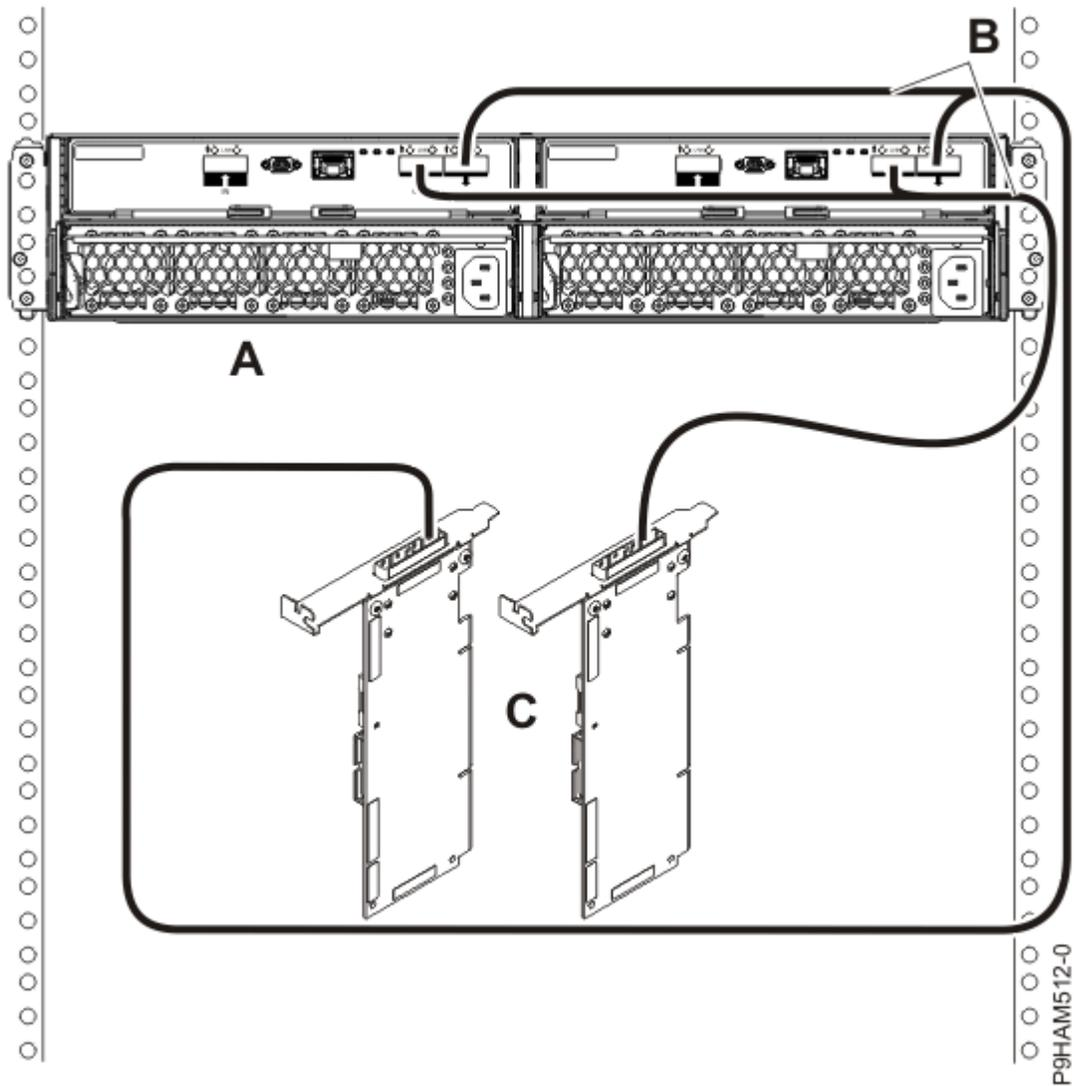

図 25. 1 対の SAS アダプター・ペアへの Y0 ケーブルを使用した、1 台の 5887 ディスク・ドライブ・エンクロージャのモード 1 接続
16. 30 ページの図 25 に示すように、1 対の SAS アダプター・ペア (C) への YO ケーブル (B) を使用して 1 台のエンクロージャ (A) のモード 1 接続を行ってから、35 ページの『ケーブルと電源コードの接続およびカバーの取り付け』に進みます。